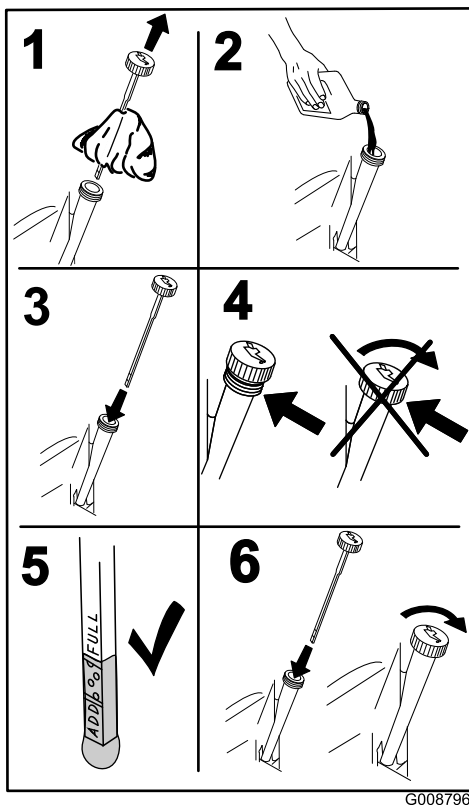

Figura 41
4. Retire la varilla y límpiela con un paño limpio (Figura 41).